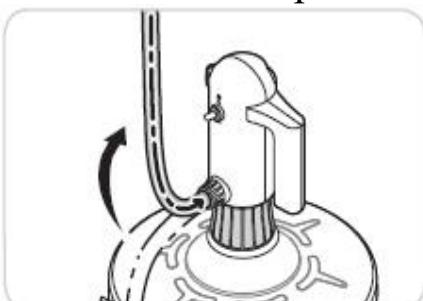

**Рисунок 12**
7. Установите переключатель в нижнее положение «OFF» (ВЫКЛ.) (смотрите рисунок 12 ниже).